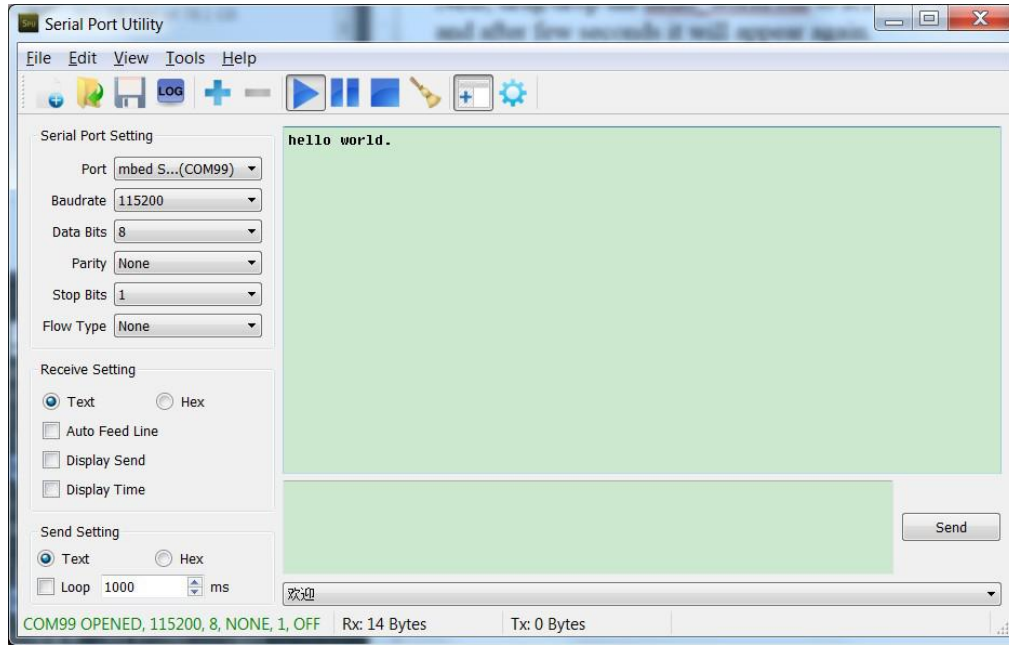

图 10. “hello world” 被打印到终端上
- 按SW3重置EVK板，终端将打印“hello world”。图10